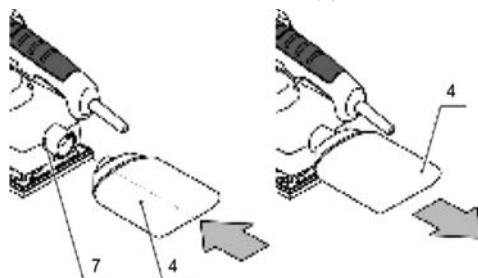

Fig. 5 - Montagem e desmontagem do coletor de poeira
Para montar o coletor de poeira (4), encaixe-o na conexão do coletor de poeira (7) e gire para direita para travar. Para desmontar, gire para a esquerda e puxe o coletor de poeira (7). fig.5.